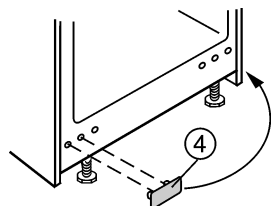

Fig. 4
- Удалите крышку Fig. 4 (4) и закройте ею открывшиеся крепёжные отверстия.